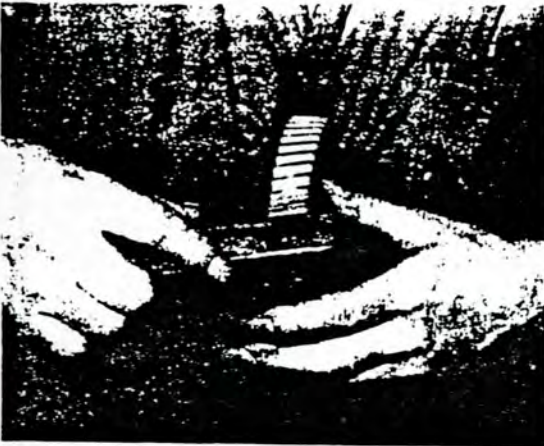

Fig. 2
- Stirnrad auf Gratbildung überprüfen und gegebenenfalls mit einem Abziehstein abziehen (Fig. 2).
- Check spur gear for burrs and, if necessary, dress with a grindstone (Fig. 2).